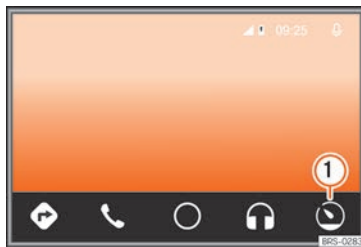

Fig. 187 Android Auto™ Menu
- On the Android Auto™ service press **»» Fig. 187 ①**.